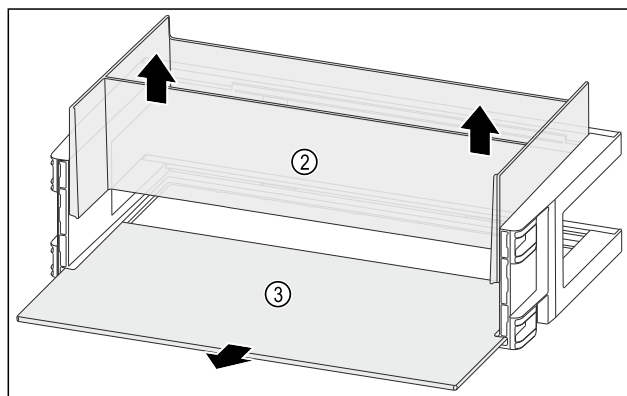

Fig. 93
- Organizator Fig. 93 (2) dvignite in odstranite.
- Odstranite polico za odlaganje Fig. 93 (3).